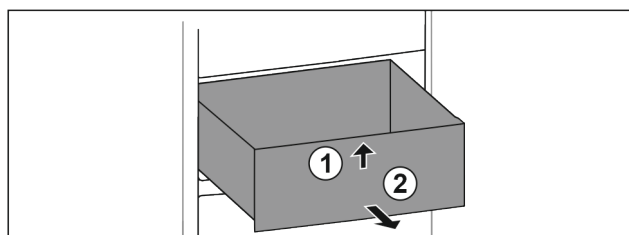

Fig. 131
- ▶ 抬起抽屉前部。 Fig. 131 (1)
- ▶ 朝前取出抽屉。 Fig. 131 (2)